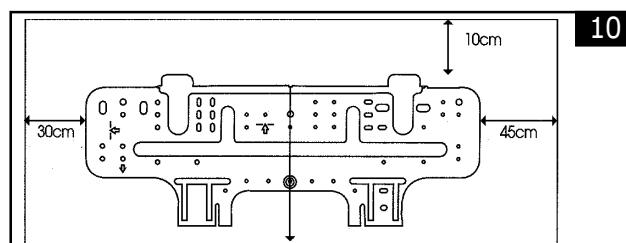

FIGURA 10
- Fixe-o à parede com parafusos auto-atarraxantes através dos furos próximos à borda externa dele como mostrado na figura 10 (Coloque parafusos em todos os furos superiores). Instale-o de modo que possa resistir ao peso da unidade.